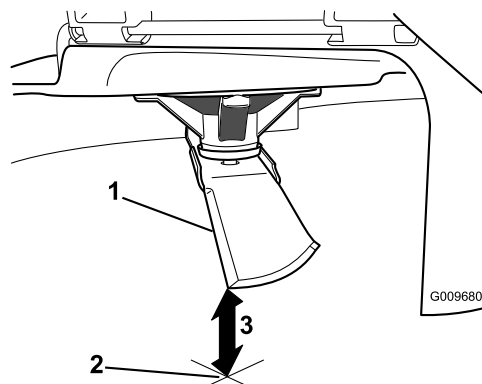

Figura 50
3. Misurate dalla punta della lama alla superficie piana (Figura 50).